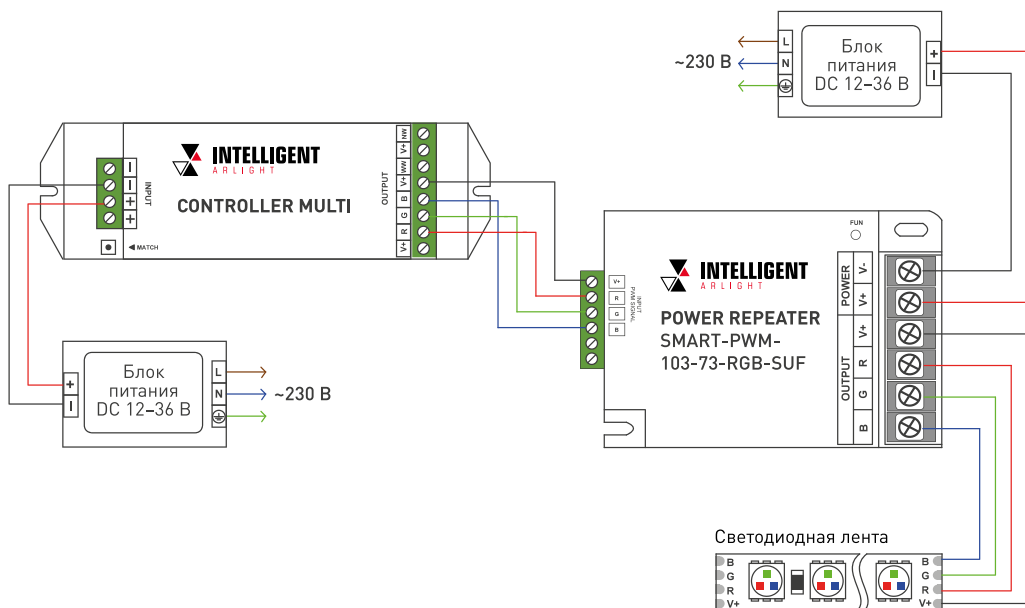

Рис. 1. Схема подключения усилителя SMART-PWM-103-73-RGB-SUF
- 3.2. Подключите усилитель согласно схеме на рис. 1.